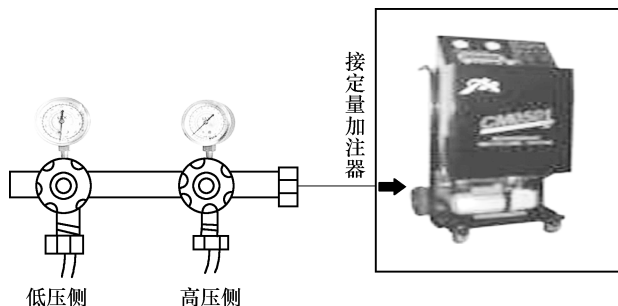

图 4-54 定量加注法
1) **定量加注法：**是以家用空调器出厂说明书的定量值为依据，利用制冷剂加注器来加注制冷剂。其操作方法如图 4-54 所示。设定加注量，打开制冷剂定量加注器的阀门，使制冷剂流入制冷系统的高压侧。此方法操作简单、可靠。